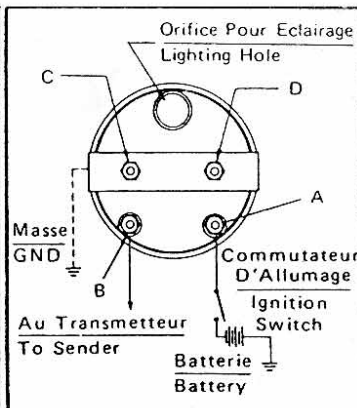

FIGURE 3
3. Si la jauge a QUATRE BORNES: (A) pour raccordement au commutateur d'allumage, (B) pour raccordement au transmetteur, (C) et (D) pour fixation du support du nécessaire d'éclairage et raccordement du fil pour mise à la masse. Voir Figure 3.
3. If gauge has FOUR TERMINALS: (A) for wire to ignition, (B) for wire to sending unit, (C) and (D) for mounting bracket and ground wire. See Figure 3.